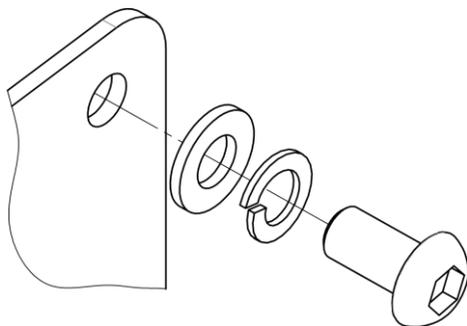

Рисунок 3. Гайки на винте
- 5.4.2. Соедините приборы четырьмя пластинами. Каждая пластина крепится четырьмя винтами с обыкновенной и пружинной шайбами (рис. 3). Крепко закрутите винты.
- 5.5.1.1 Присоедините левую и правую ножку к нижнему прибору. Каждая ножка крепится четырьмя винтами с обыкновенной и пружинной шайбами (рис. 3). Крепко закрутите винты.
- 5.5.2.2 Соедините приборы четырьмя пластинами. Каждая пластина крепится четырьмя винтами с обыкновенной и пружинной шайбами (рис. 3). Крепко закрутите винты.
5.5.3.2 Соедините приборы четырьмя пластинами. Каждая пластина крепится четырьмя винтами с обыкновенной и пружинной шайбами (рис. 3). Крепко закрутите винты.